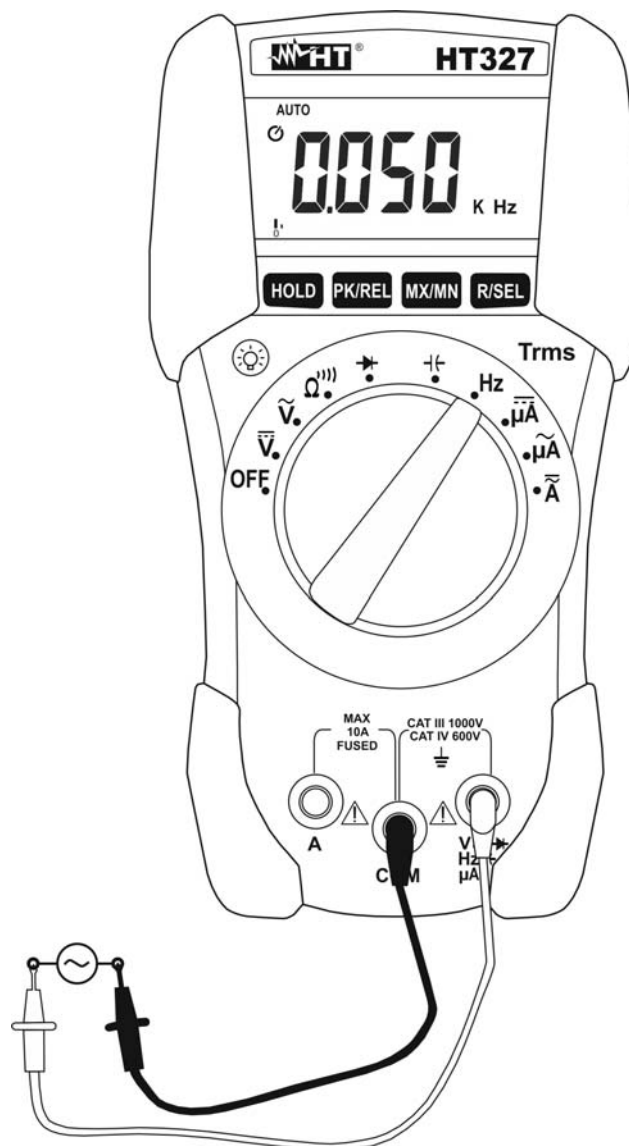

Fig. 9: Uso dello strumento per misura di Frequenza
3. Posizionare i puntali nei punti desiderati del circuito in esame (vedere Fig. 9). Il valore della frequenza è visualizzato a display.